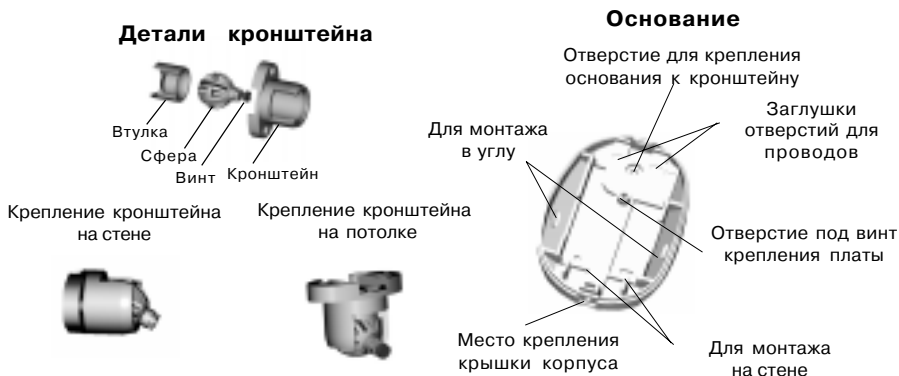

Рис. 24
- снимите крышку, вывернув при помощи отвертки винт, расположенный в нижней части основания извещателя (рис.24).
- просверлите в основании извещателя отверстия (рис.24), которые будут использоваться для прокладки проводов и крепления извещателя.